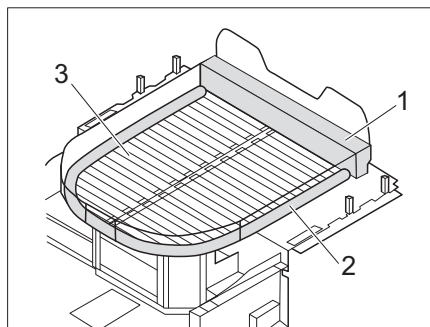

Bild 186 Bett mit Matratzenverlängerung (mit Zusatzmatratze und Bettrost)
- Zusatzmatratzen (Bild 186,1 und 2) an der Stirnseite und um das Queensbett einlegen.
- Bettrost (Bild 186,3) ausziehen.